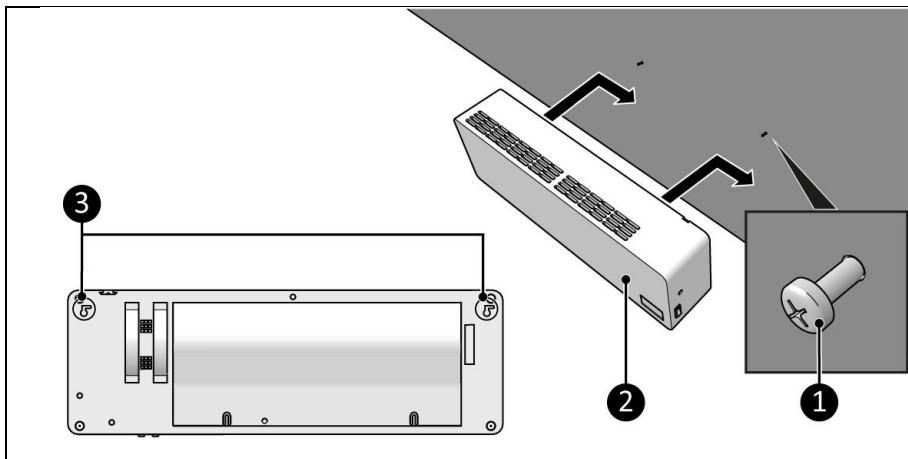

Abbildung 8
7. Platzieren Sie das Gerät mit den Befestigungslöchern (Abbildung 8, Pos. 3) über die Schrauben (Abbildung 8, Pos. 1).
- Schieben Sie das Gerät (Abbildung 8, Pos. 2) nach unten und nach rechts.